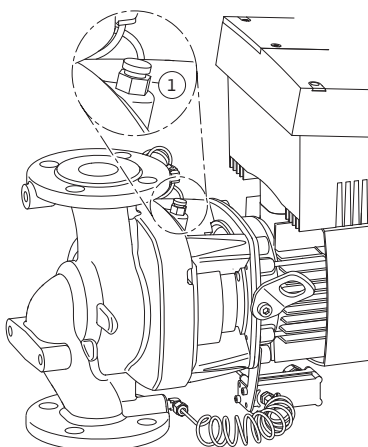

Fig. 51: Oro išleidimo ventilis
6. Atidaryti oro išleidimo ventilių (Fig. 51, poz. 1) ir išleisti slėgį iš siurblio.